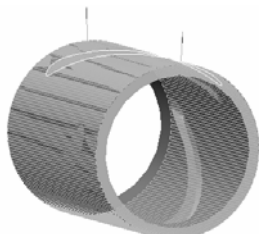

图 4-29 生成刀具轨迹
4) 选择后单击鼠标右键确认,系统开始计算,稍后得出刀具轨迹如图 4-29 所示。